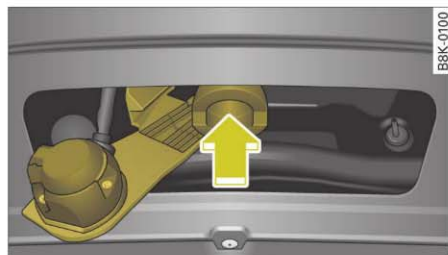

Fig. 207 Dispozitiv demontabil de remorcă: Montarea cuplei sferice
- Introduceți cupla sferică în stare pretensionată în locul de prindere și apăsați în sensul indicat de săgeată ⇒ fig. 207 în sus ⇒ ⚠. Procesul de blocare se realizează automat. Procesul de deblocare este însoțit de un zgomot specific.